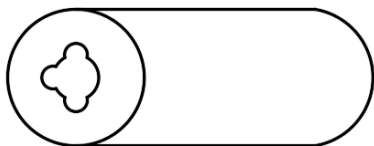

图 5-13 原始图形
- 1** 打开“利用夹点移动图形练习.dwg”文件，原始图形如图 5-13 所示。